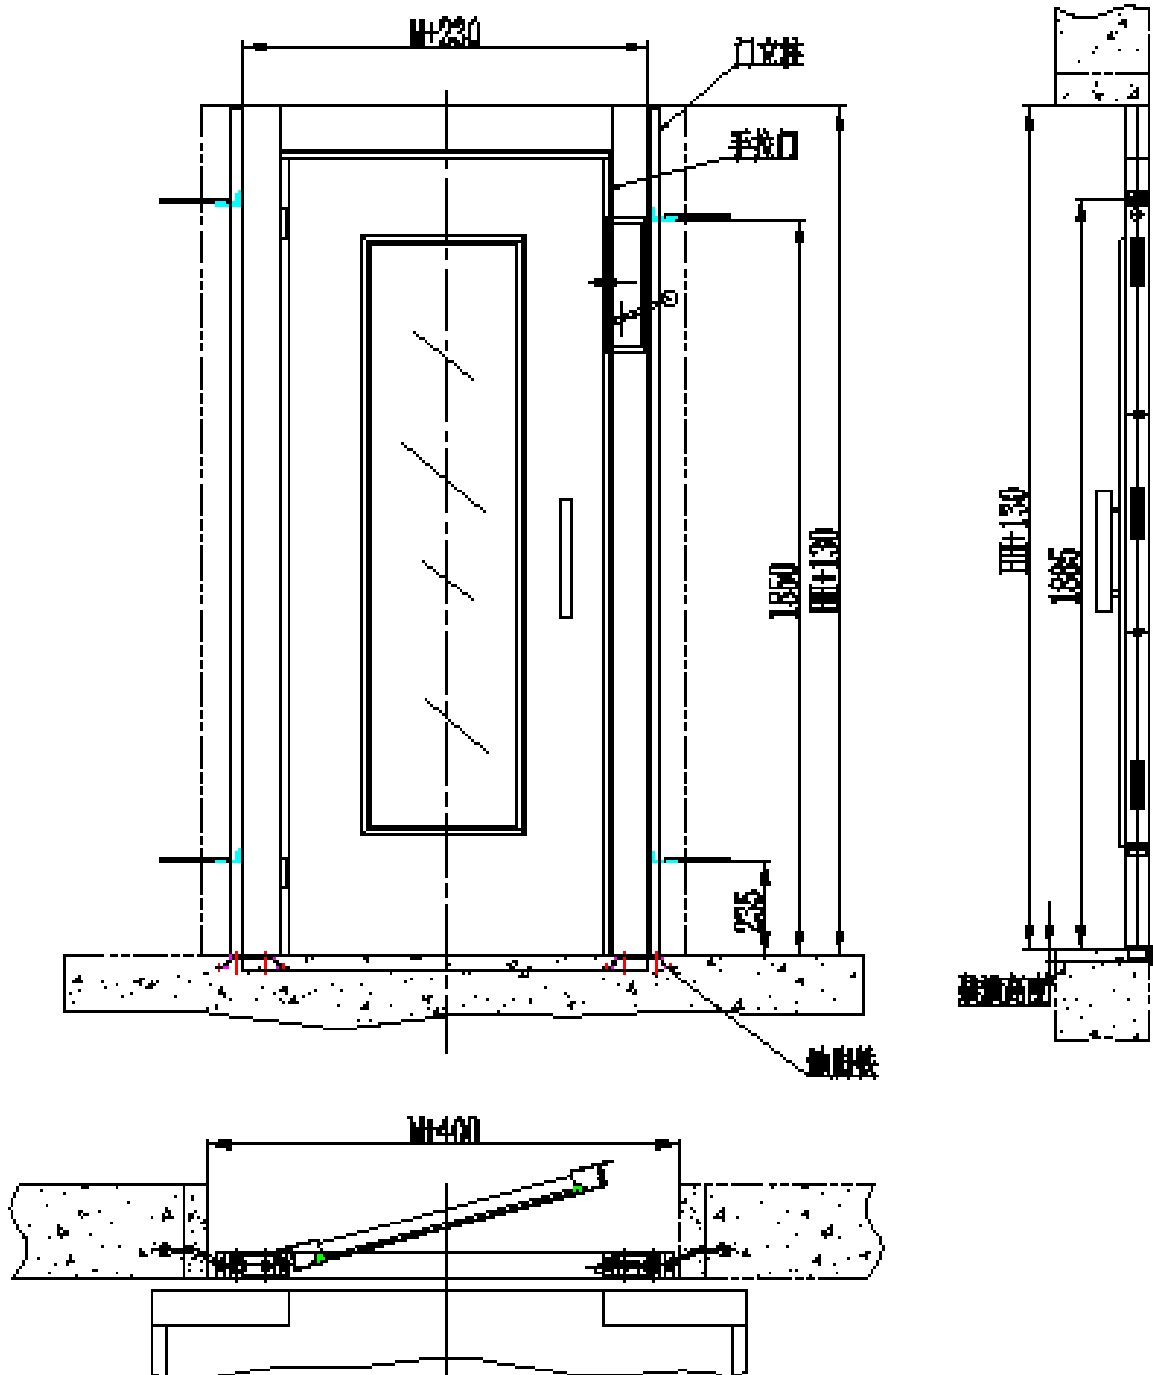

图 14-8
14.2.1.3 在地脚铁上安装门立柱，门立柱线与地脚铁通过螺栓连接，调整门立柱垂直度，上端和门洞上端连接，确定位置坐标标记，打孔，打膨胀螺栓连接，通过固定件与门洞侧面连接。安装手拉层门时，通过腰孔调节，保证手拉门内侧与井道壁在同一垂直面上，见图 14-8。手拉门安装好后，需对手拉门关门速度进行调速，确保手拉门在速度适合的情况下能关闭到位。具体调速方法见 CK-07 包装盒的说明书。